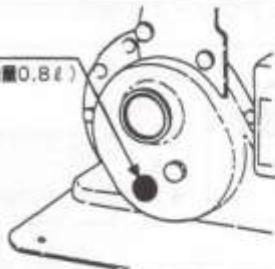

図31
- ④ オイルゲージを確実に締付けてください。
2) ミッションオイル(図31・32)